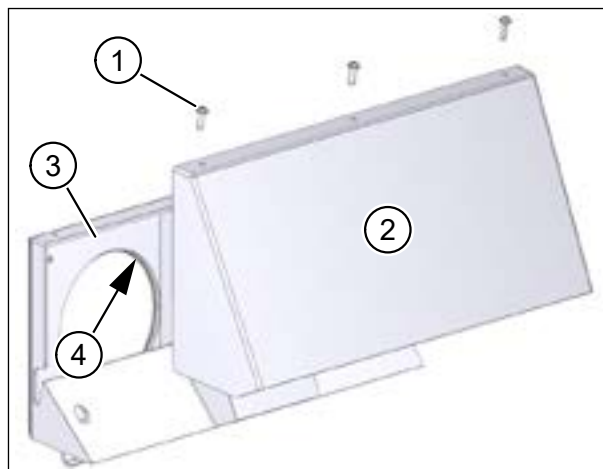

Рис. 9: Снять крышку
- ▶ Извлеките три винта 3,5 x 16 (поз. 1 на рис. 9) с верхней части крышки воздухозаборника.
- ▶ Сдвиньте крышку (поз. 2 на рис. 9) прим. на 10 мм вверх. Приподнимите крышку с опорной панели (поз. 3 на рис. 9) по направлению вперед.
- ▶ Обе уплотнительные поверхности (поз. 4 на рис. 9) шириной 4 мм необходимо полностью смазать вазелином с внутренней стороны.